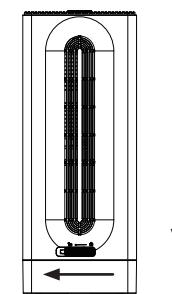

Abbildung 4
5. Setzen Sie dann das Behälter wieder in das Gerät ein und schieben Sie die Verriegelung in die Position - . Stellen Sie beim Wiedereinsetzen des Behälters in das Gerät sicher, dass der vertikale Vorsprung des Reservoirs wie in Abbildung 4 gezeigt, installiert ist.